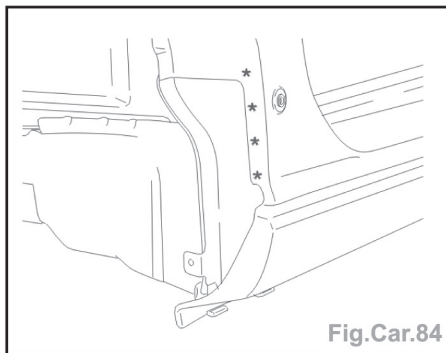

Fig.Car.84
- Découper par fraisage des points (Fig.Car.84).